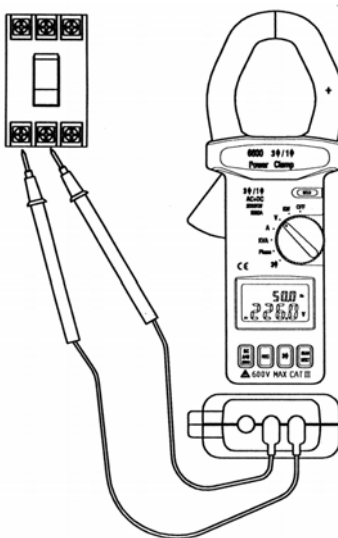

Рис. 3
- а) Установите поворотный переключатель в положение V (см. рис. 3).
- д) Прочитайте на дисплее значения напряжения (V) и частоты (Hz).